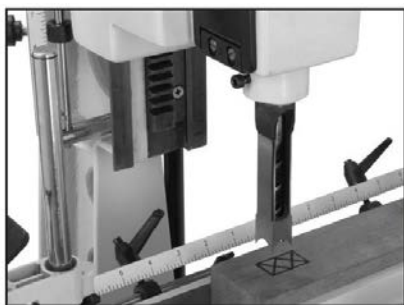

Рис. 22
2. С помощью органов перемещения стола установите резец на линию разметки (Рис. 22), отрегулируйте ограничитель глубины паза и пределы перемещения стола.